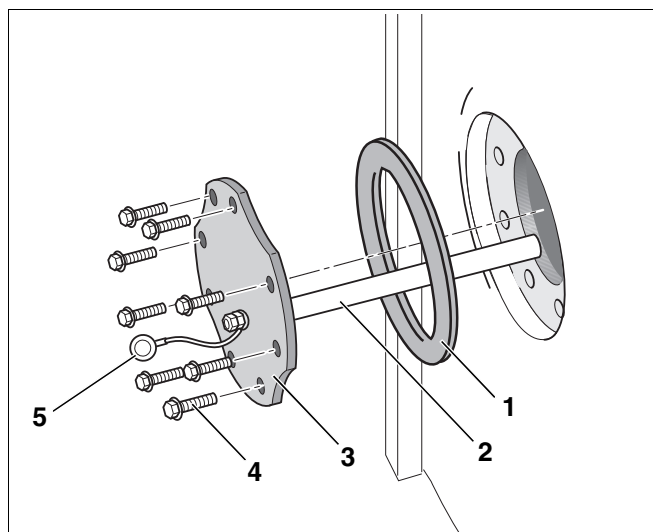

Abb. 17 Magnesiumanode einbauen
- Magnesiumanode (Abb. 17, **Pos. 2**) mit Handlochdeckel wieder einsetzen.
- Wir empfehlen, beim Einbau einer neuen Magnesiumanode eine neue Handlochdeckel-Dichtung (Abb. 17, **Pos. 1**) zu verwenden, um undichte Stellen am Warmwasserspeicher zu vermeiden.
- Sechskantschrauben (Abb. 17, **Pos. 4**) am Handlochdeckel „handfest“ eindrehen.
- Montieren Sie die Ringöse des Erdungskabels (Abb. 17, **Pos. 5**) mit einer Sechskantschraube am Handlochdeckel elektrisch gut leitend, um die Funktion der Magnesiumanode zu gewährleisten.
- Anschließend die Sechskantschrauben (Abb. 17, **Pos. 4**) mit einem Schraubenschlüssel eine dreiviertel Umdrehung nachziehen (entspricht dem empfohlenen Anzugsmoment von 40 Nm).